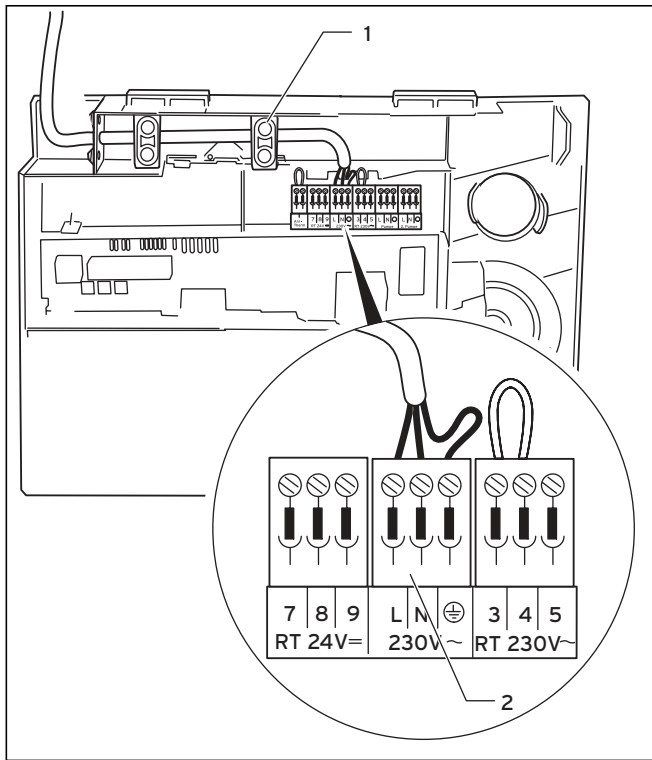

Рис. 5.7 Подключение сетевого кабеля
- Закрепите провода посредством приспособлений для уменьшения растяжения (1, рис. 5.7).
- Закрепите провода посредством приспособления для уменьшения растяжения (1, рис. 5.7)